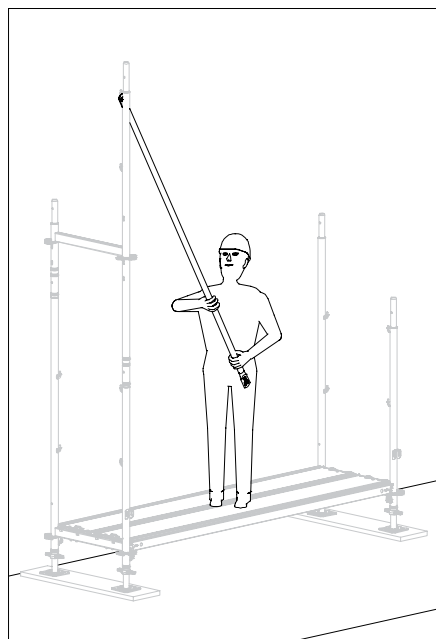

Abb. A3.04a
- Die Montage kann auch doppelt vorlaufend mit Geländer- und Zwischenholm erfolgen. (Abb. A3.04a)